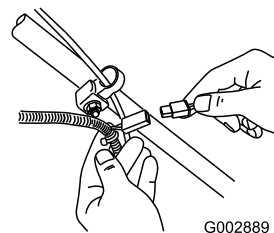

Figura 20
1. Conecte el cargador al arnés de cables del cortacésped, situado debajo de la llave de contacto (Figura 20).